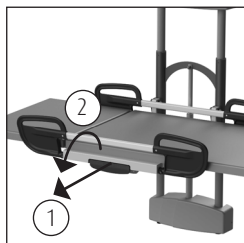
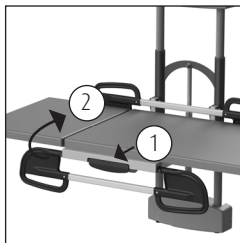

Figure 1 Barrière latéral.
Figure 2 Barrière latéral abaissée.
- La barrière latérale est équipée de dispositifs de sécurité afin que le client ne puisse pas le relever lui-même (*Voir figure 1*).
- Déverrouillez le dispositif de sécurité en tirant le levier (1) de la barrière latérale. La barrière latérale peut maintenant être rabattue avec l'autre main (2).
- La barrière latérale se verrouille automatiquement lorsque la barrière latérale est relevée (*Voir figure 2*).